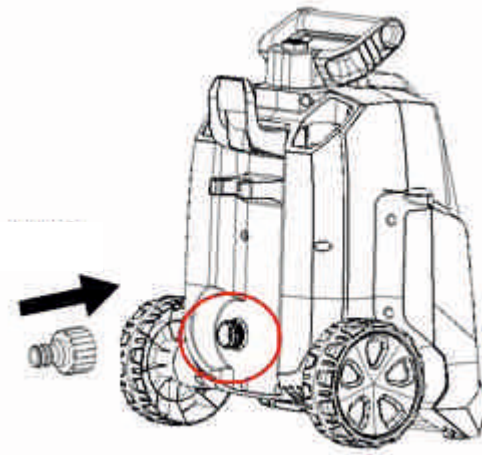

Рис. 2
- Установите впускной штуцер с встроенным фильтром как показано на Рис. 2